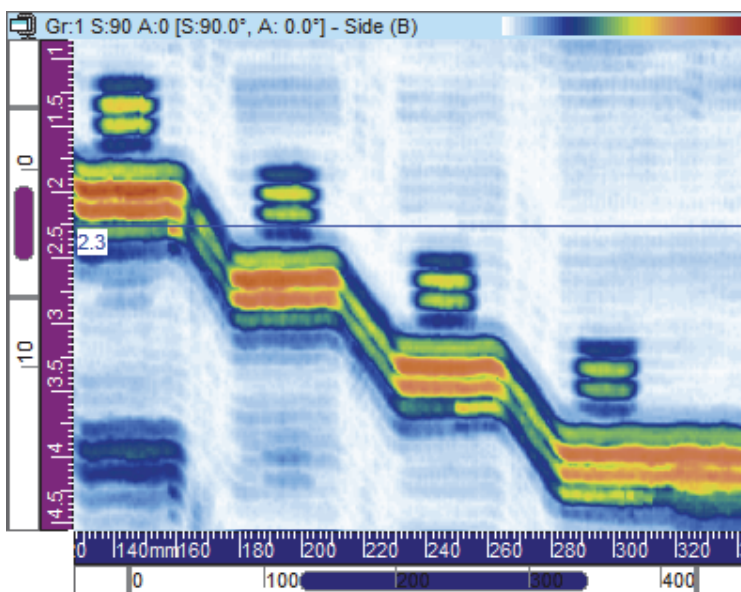

図 3-22 側面 (B) ビューの例
側面 (B) ビュー (85 ページの図 3-22) は、記録データを 2D グラフィックで表現したものです。軸の 1 つはスキャン軸で、もう 1 つの軸は未補正のビーム路程 (USound path) です。表示されるデータの位置は、データ収集時のエンコーダー位置と関連しています。投影されたイメージ上の任意の位置では、その位置におけるインデックス軸の範囲で検出された最大振幅に対応する色が表示されます。